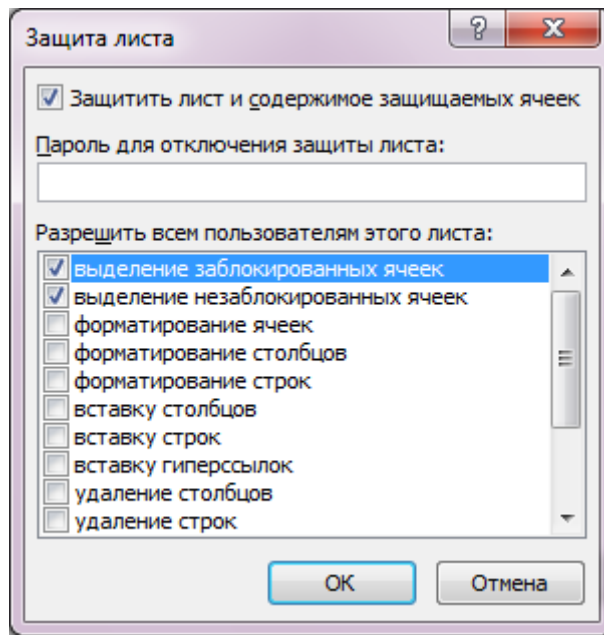

Рисунок 4.1 – Вигляд діалогового вікна **Защита листа**
9. Виберіть команду **Рецензирование → Защитить лист**. З'явиться діалогове вікно **Защита листа**. Прапорець вмісту має бути встановленим. Натисніть на кнопку **ОК** (рис. 4.1).